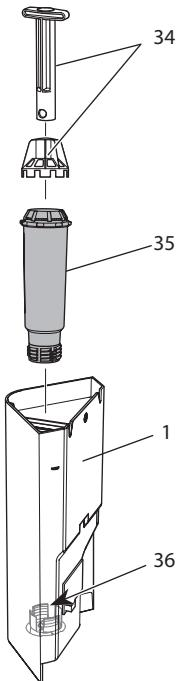

Fig. 19: Montaggio e smontaggio del filtro dell'acqua
7. Installare un filtro nuovo nel serbatoio dell'acqua (vedere Fig. 19).
2. Rimuovere il filtro dell'acqua (vedere Fig. 19).